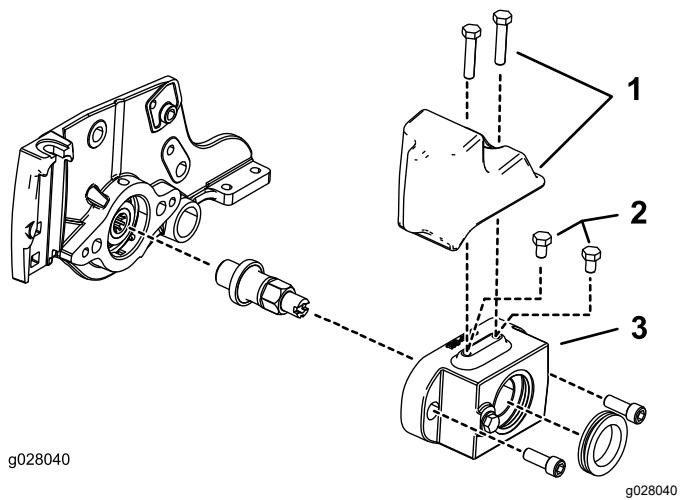

Bild 5
- Für einen hydraulisch angetriebenen Spindelmotor:** Bringen Sie zwei Schrauben (5/16" x 1/2") oben am Rollenbürstengehäuse an, wie in **Bild 5** abgebildet (nur hydraulische 12,7-cm-Spindelmotoren).
- Für einen elektrisch angetriebenen Spindelmotor:** Bestellen und montieren Sie einen Ballast (Bestellnummer 127-4259-03) und zwei Schrauben (Bestellnummer 322-7), wie in **Bild 5** abgebildet.